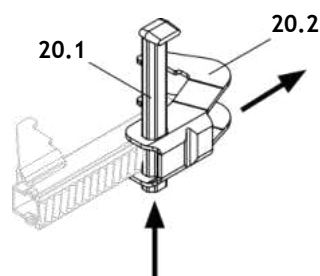

Fig. A4.03
5. Зачукайте клина. (Fig. A4.03, A4.04) Направляващата скоба BFD е монтирана.